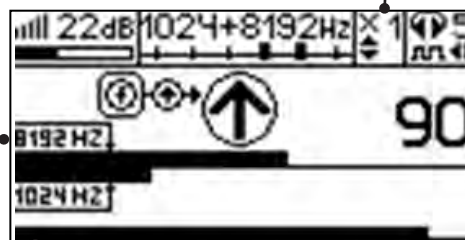

Рис.8.4
По направлению «стрелки» можно отличить «свой» сигнал от «чужого», поскольку направление тока в «своей» коммуникации противоположно «перенаведенным» токам, протекающим по «чужим» коммуникациям. Направление сигнала - вперед (↗) является условным понятием и «назначается» оператором для данного положения датчика относительно данной трассы, которое фиксируется оператором по метке в виде красного винта (рис.8.4), расположенной на одной из сторон датчика ЭМД-247.
4. «Назначение» производится нажатием кнопки **f** при расположении датчика точно над «выделенной» коммуникацией, считающейся «своей». После этого указатель направления сигнала приобретает вид - (↘). При переходе на «чужую» коммуникацию с другим «направлением сигнала» (или при изменении положения датчика на «обратное») прозвучит уведомление и стрелка покажет «направление сигнала - назад (↙)» (рис.8.4)
Методика: Производя трассировку с применением ЭМД на низкой активной частоте (512Гц / 1024Гц) (**см. раздел активный трассопоиск**), наблюдать за уровнем сигнала. Локальное повышение и резкое уменьшение уровня указывают на вероятность наличия дефекта изоляции. (**рис. 8.4**) При этом величина сигнала может меняться по различным причинам: положение датчика, глубина залегания кабеля, наличие мешающих конструкций, поэтому таким методом можно обнаружить лишь «низкоомные» дефекты сопротивлением менее 1кОм.